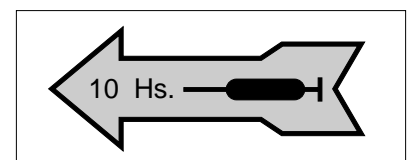

Figura 12
- a- 10 horas o al final de cada jornada (Figura 12).